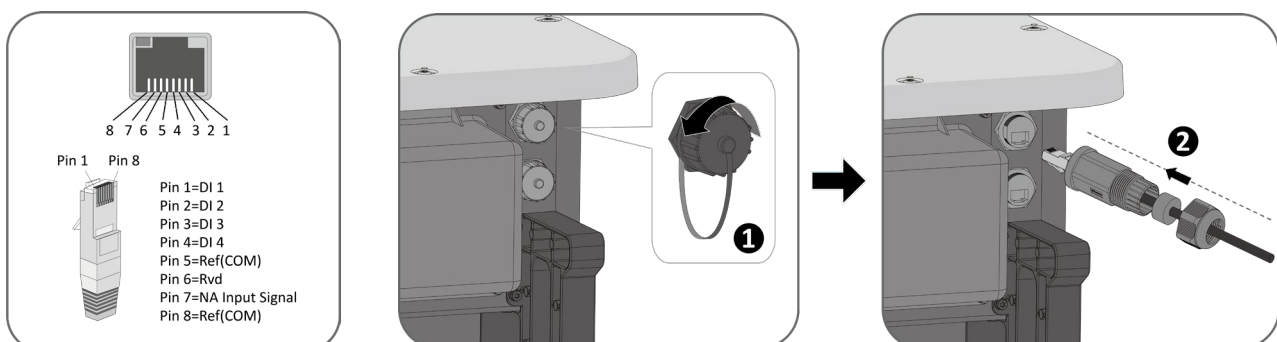

Abb. 48. Kabelanschlussbelegung Abb. 49. Netzkabel einführen
1. Isolieren Sie den Draht ab und befestigen Sie ihn in der entsprechenden Klemme. (siehe Abb. 48)